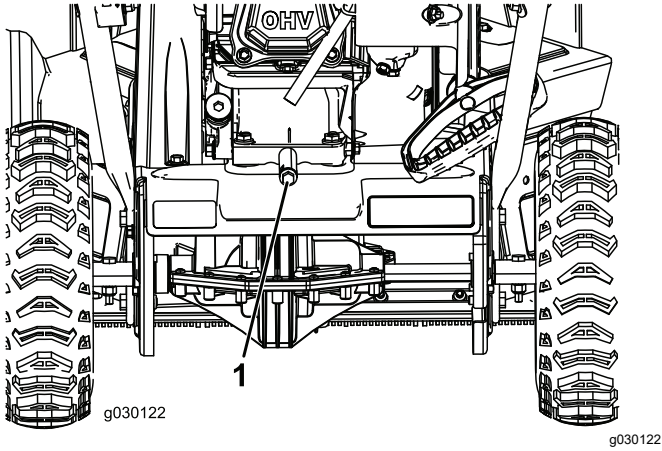

Figura 21
2. Plasai o tavă de golire a uleiului sub buonul de golire a uleiului, scoatei buonul de golire a uleiului i înclinai maina în spate i scurgeti uleiul uzat în tava de golire a uleiului (Figura 21).